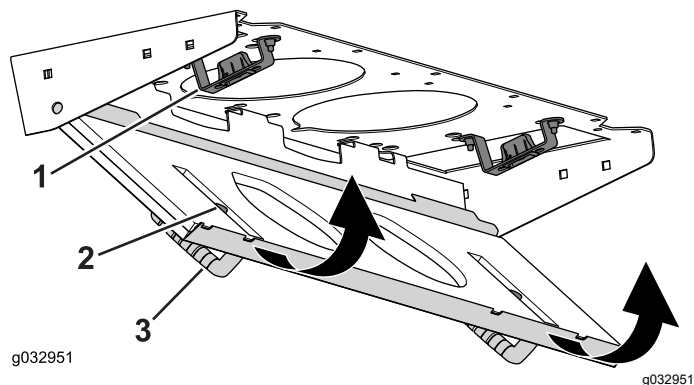

Figure 84
- Faites pivoter le filtre sur les languettes jusqu'à ce que le pêne s'enclenche dans la gâche (Figure 84).